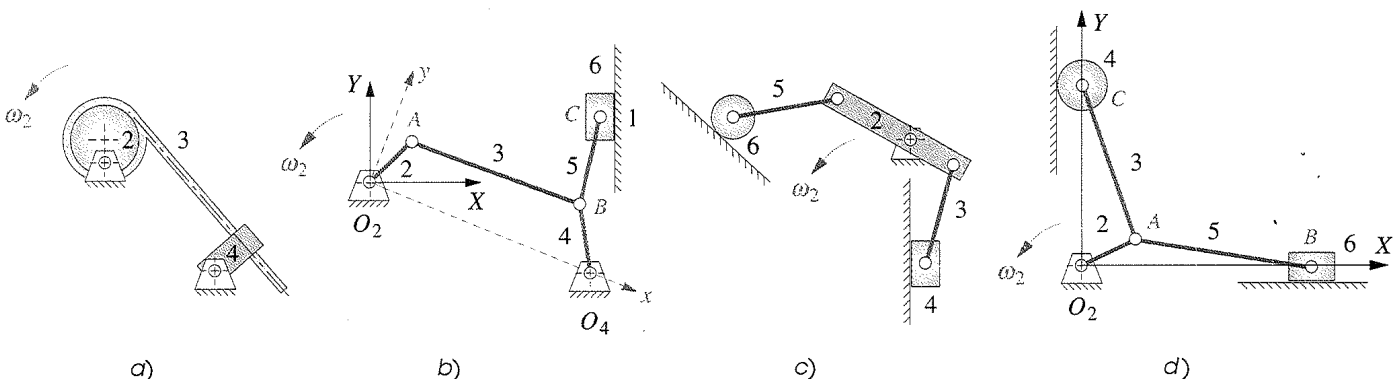

FIGURA P6-6 Problemas 6-13, 6-21 y 6-22
- 6-13 Encuentre todos los centros instantáneos de los mecanismos mostrados en la figura P6-6 (p. 222).